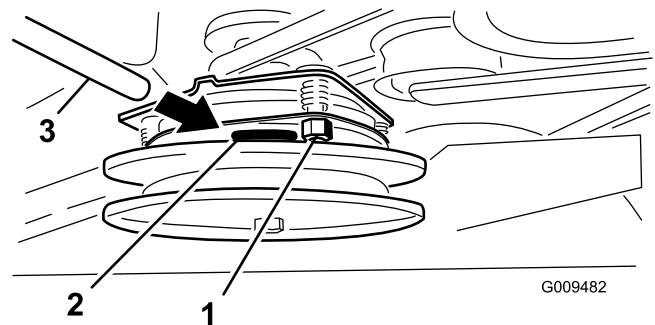

Figura 59
2. Si no es correcto, ajuste el entrehierro a 0,381 mm (0,015 pulgadas) en cada una de las tres posiciones de la ranura de ajuste. Apriete las contratuercas hasta fijar ligeramente la galga pero dejando que ésta se pueda mover con facilidad en el entrehierro (Figura 59).